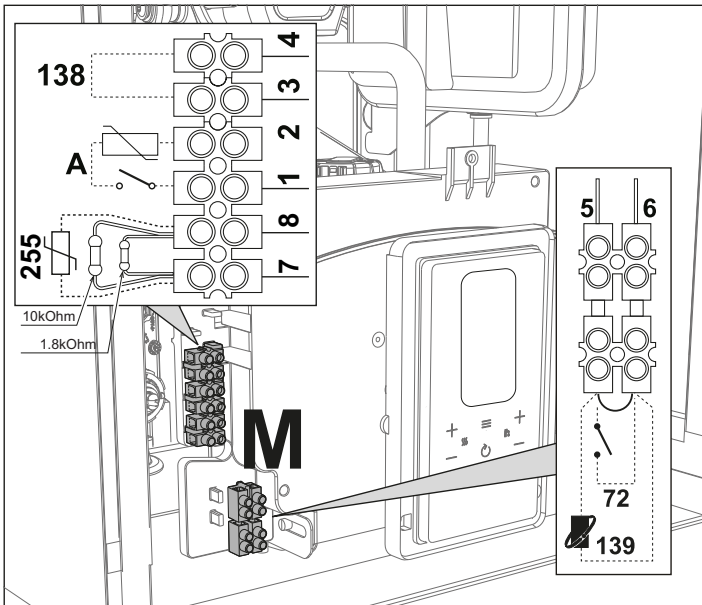

fig. 28
Dopo aver tolto il pannello frontale (sez. "Apertura del pannello frontale" a pag. 40) è possibile accedere alle morsettiere (M) e al fusibile (F) seguendo le indicazioni descritte di seguito (e fig. 28). **I morsetti indicati nella devono essere a contatti puliti (non 230V)**. La disposizione dei morsetti per i diversi allacciamenti è riportata anche nello schema elettrico alla fig. 65.
Configurazione Interruttore ON/OFF (A fig. 28)